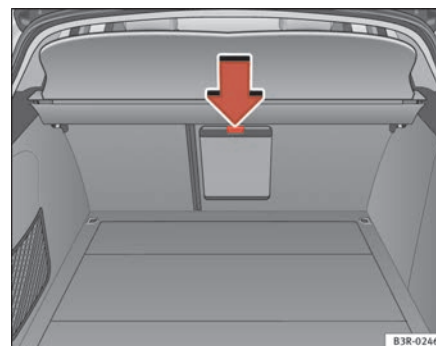

Fig. 128 Sedili posteriori visti dal bagagliaio: coperchio dell'apertura per la sacca portasci
- Premere il tasto di sbloccaggio situato sul coperchio del foro per il passaggio del bagaglio ⇒ pag. 155, fig. 128 -freccia- e abbassare il coperchio.